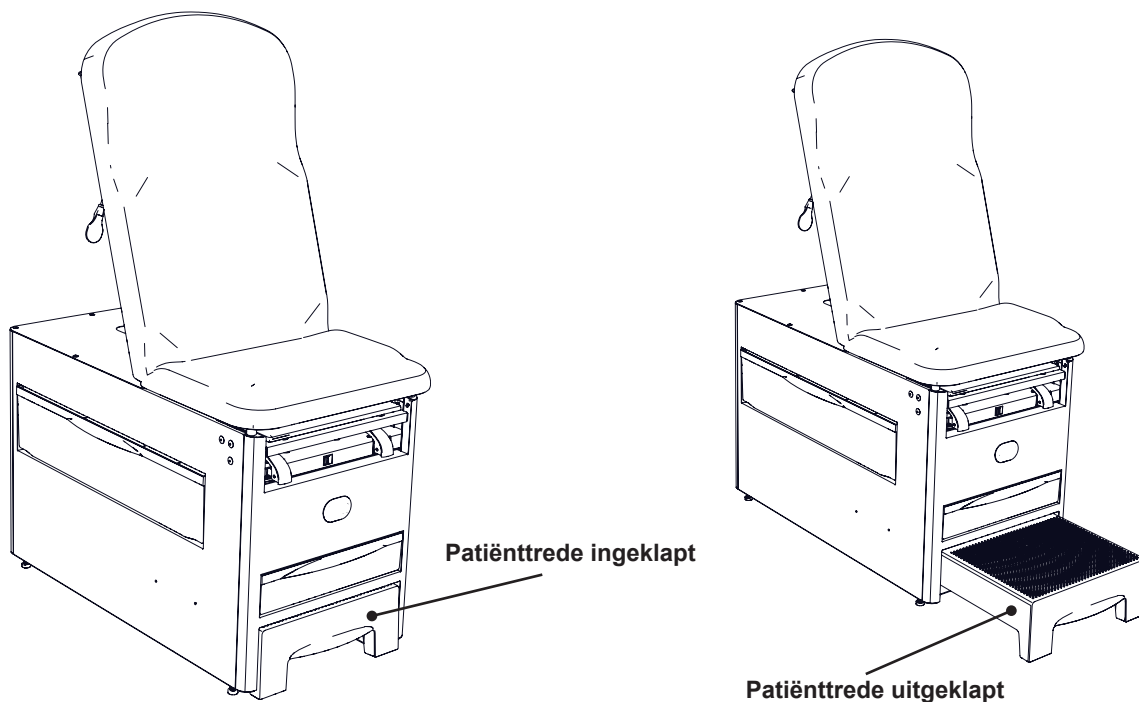

Figure 9. Bedienung van de patiënttrede
1. Plaats een hand of voet in de opening voorin de trede en til rustig op, waarbij de patiënttrede volledig wordt uitgetrokken (Figure 9).